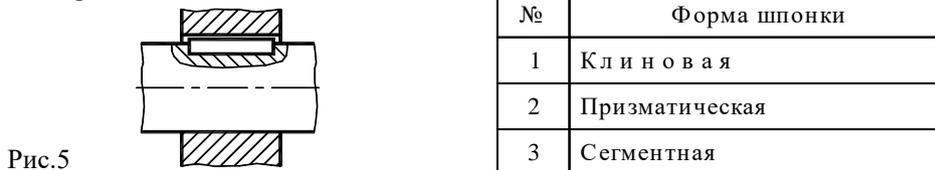

Рис.5
8.2. Назовите номер (1, 2, 3), соответствующий форме шпонки, соединение которой приведено на рис. 5.